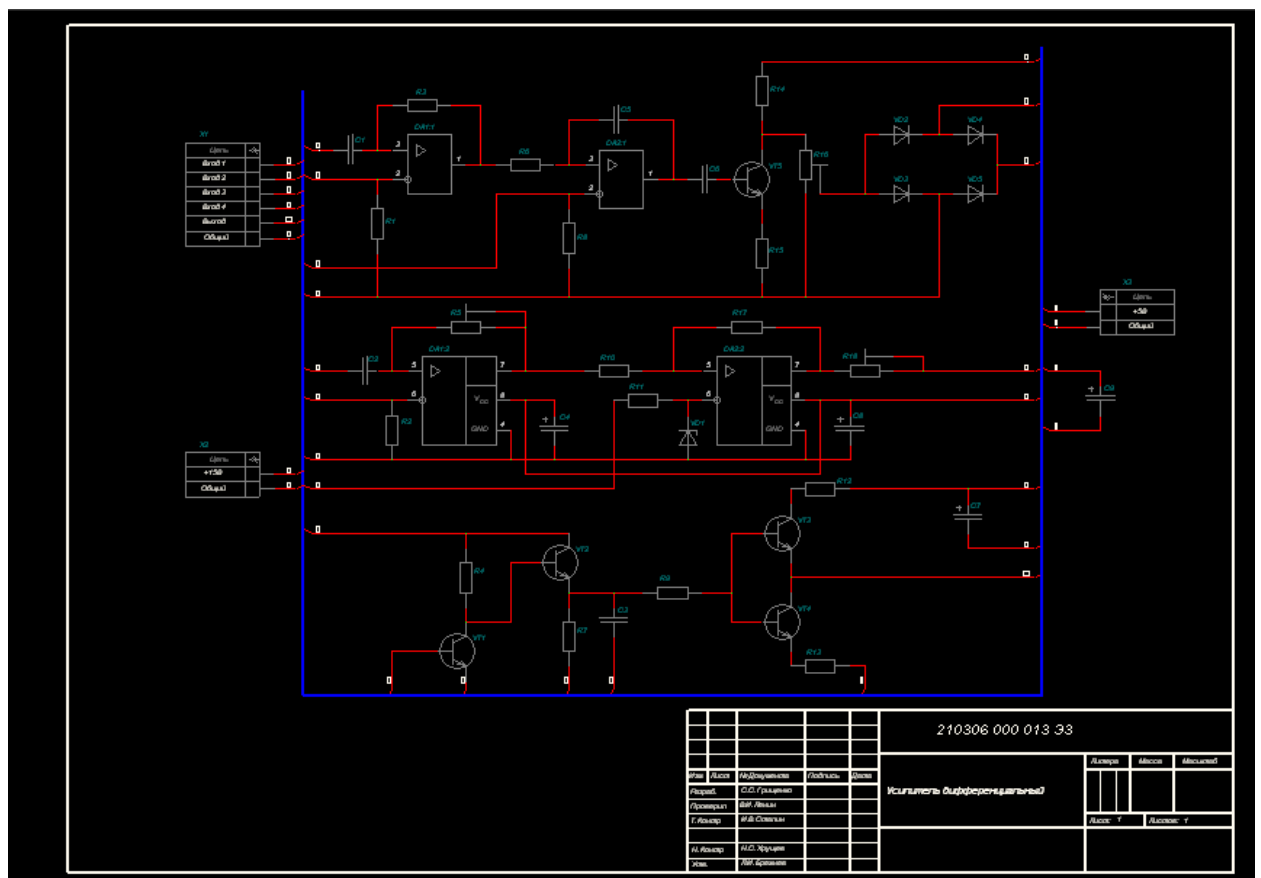

Рис. 9 Выполнение соединений на принципиальной схеме
- 2.21 В результате выполнения работы все соединения должны быть сформированы (рис. 9).